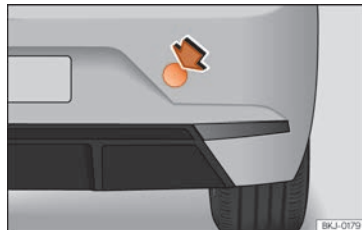

Fig. 49 No lado direito do para-choques traseiro: retirar a tampa.
»» Fig. 49.
- Pressione a zona superior direita da tampa »» Fig. 49 para desencaixá-la.